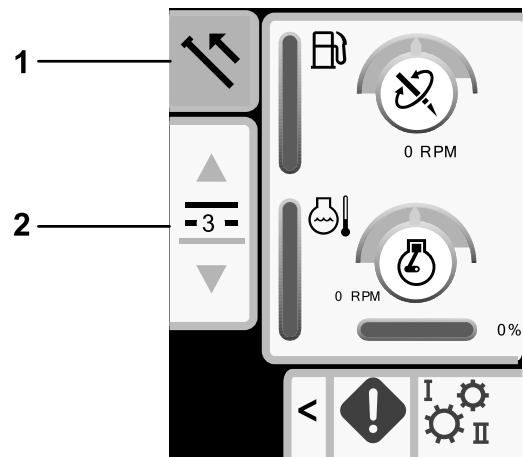

Figure 15
1. Appuyez sur le bouton 1 pour sélectionner l'option tirage de tige (Figure 15).
2. Appuyez sur les boutons 2 et 3 pour sélectionner la rangée où vous allez placer la tige (Figure 15).